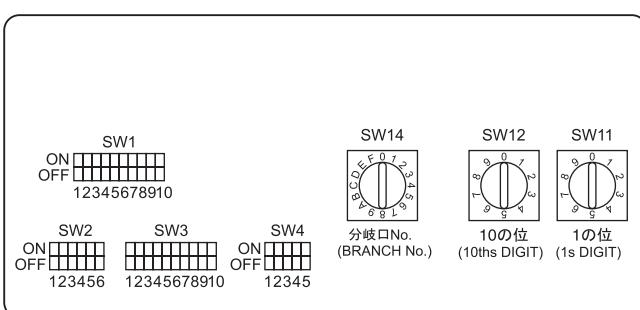

Fig. 4-6
4.5. Adressen einsetzen (Fig. 4-6)